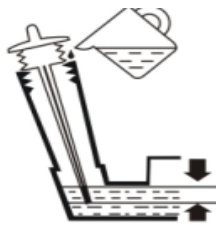

Рисунок 14
3. Уровень масла должен находиться между отметками "HIGH" и "LOW" (рис. 14).